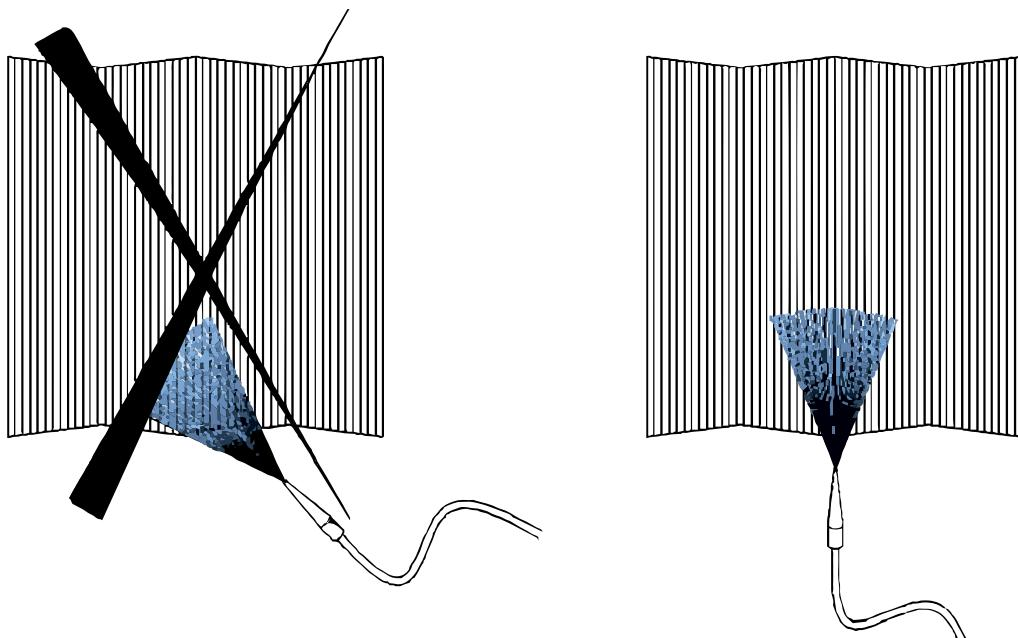

Figura 4 – Direzione del getto d'acqua durante le operazioni di pulizia.
- Mantenere il getto perpendicolare alle alette come mostrato in Figura 4.